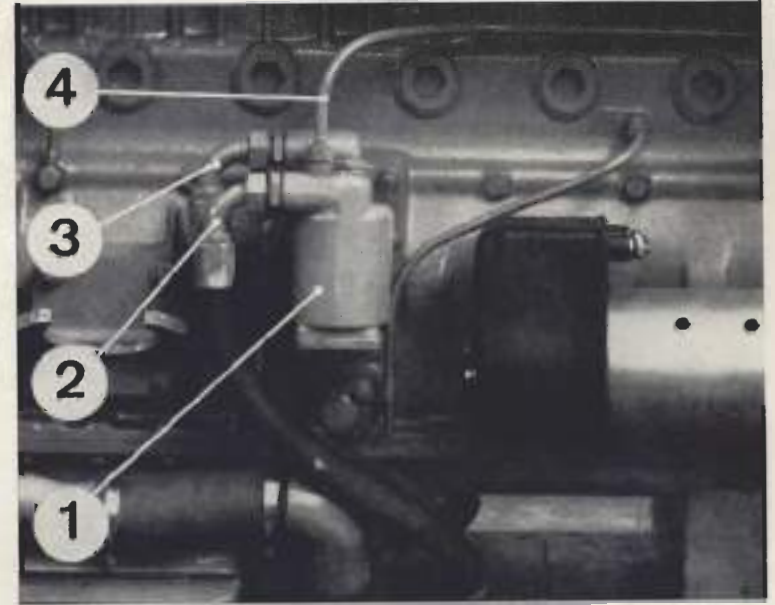

Fig. 2.7. - Filtro de aceite a presión
- 1.º Sacar el tapón de vaciado, desplazar los 4 tornillos que sujetan la base del filtro, y extraer el cuerpo de los elementos filtrantes. Dicho cuerpo se desplaza **hacia abajo** (ver fig. 2.7).